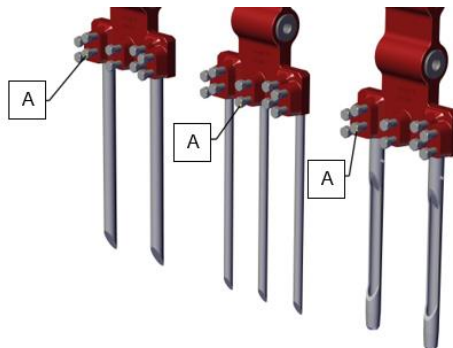

Fig. 11
Låseboltene (A) kan strammes til 40 Nm (29,5 lbf.ft.). (Fig. 11)